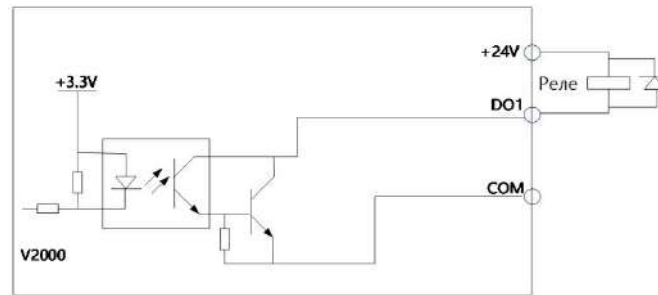

Рис. 3-12 Подключение многофункционального выхода с DC напряжением питания
- Для многофункционального выхода DO 1 можно использовать внешний источник питания 24 В, подключение согласно Рис. 3-12.
5. Резисторы R на рис. 3-12 и 3-13 должны быть сняты при использовании реле на 24 В, сопротивление R должно быть выбрано согласно параметрам, предусмотренным для реле «не на 24 В».